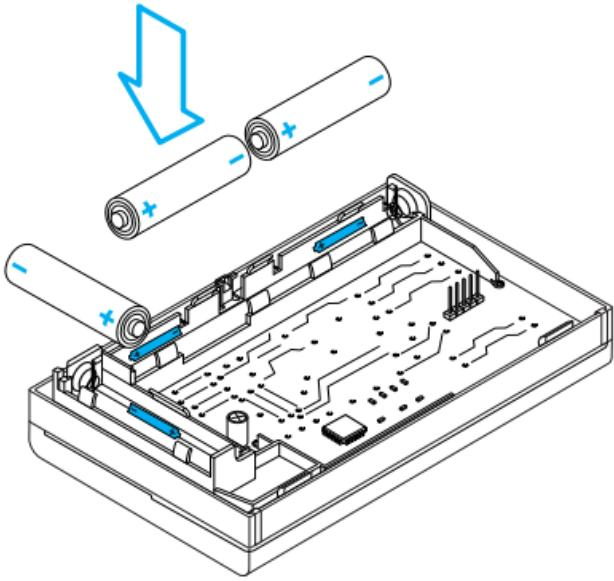

Fig. 49
14.2 - Inserire n.3 pile stilo alcaline LR6, tipo AA da 1,5 V, nuove e dello stesso tipo, rispettando le polarità indicate sul fondo dell'alloggiamento (fig. 49).